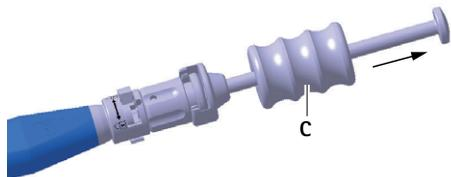

Fig. 6 Retirar o implante de ensaio/implante com o martelo de impacto
- ▶ Retirar o implante de ensaio **D** com o martelo de impacto **C** cuidadosamente do espaço do disco intervertebral, ver Fig. 6.
- ▶ Retirar o implante **a** com o martelo de impacto **C** cuidadosamente do espaço do disco intervertebral, ver Fig. 6.